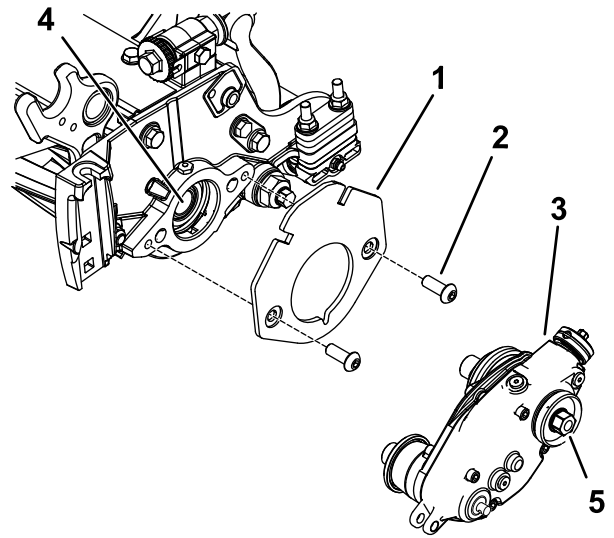

图9
2. 用 2 个六角圆头螺栓  $\frac{3}{8} \times \frac{3}{4}$  英寸固定配重块架如图 9 所示。
3. 在内滚刀轴的螺纹上涂抹中等强度防松螺纹油如蓝色 Loctite® 243 乐泰胶图9。
4. 用疏草刀驱动箱上的六角头螺栓将其连接到滚刀轴上图9。